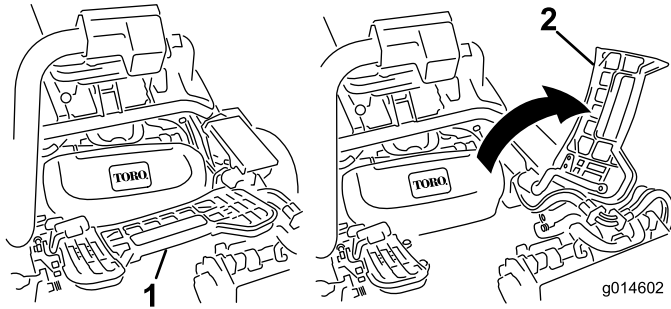

図 31
2. フット・レストを跳ね上げて開き、中央カuttingユニット取り付け位置へのアクセスを確保する（図 31）。